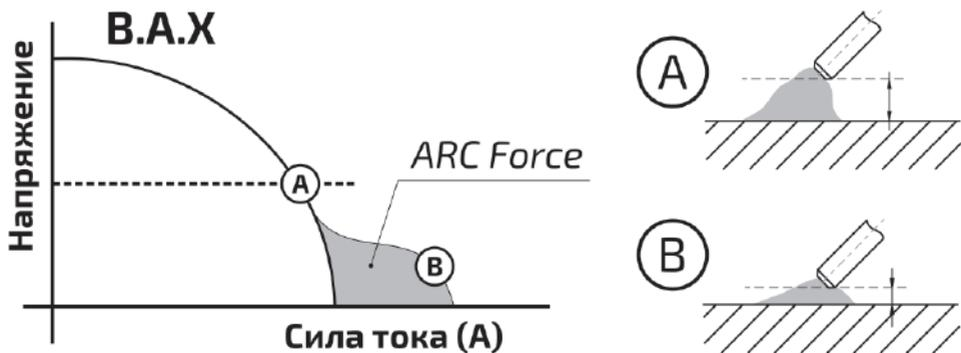

Рис. 12.2.3. Arc Force.
**Arc Force (форсаж дуги)** – рекомендуется применять при сварке покрытыми электродами на малых токах. В процессе сварки происходит автоматическая регулировка силы сварочного тока, что уменьшает склонность к залипанию покрытого электрода к свариваемой детали (см. рис. 12.2.3).